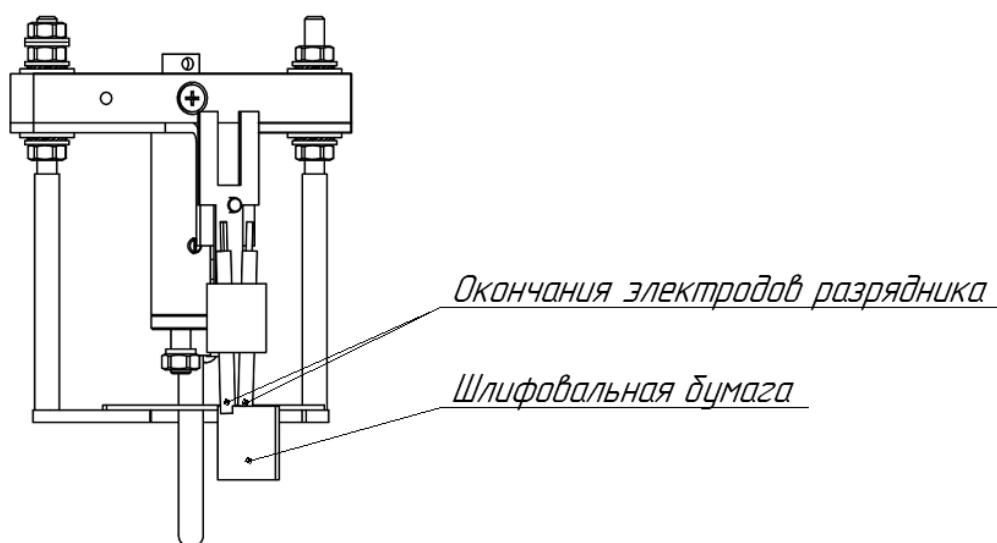

Рисунок 14 – Чистка разрядника анализатора
- используя шлифовальную бумагу Р1000 (ГОСТ Р52381) (рисунок 14) плавными поступательными движениями, не задевая кольцо датчика вспышки, осуществить чистку электродов разрядника.